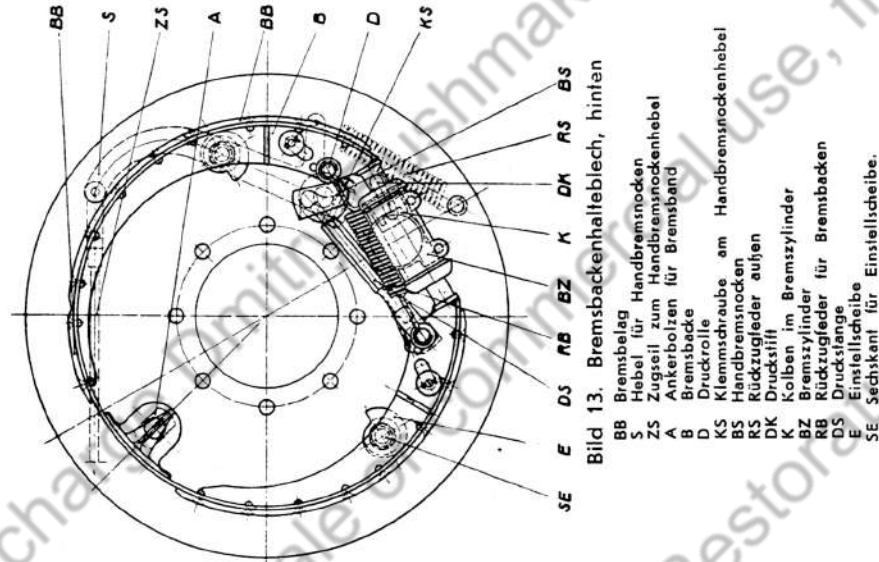

Bild 13. Bremsbackenhalblech, hinten
Die Bremsseile greifen auf der Außenseite der Bremsbackenhaltebleche an den Handbremsnockenhebel (S) an, welcher auf Bild 13 gestrichelt gezeichnet ist. Der Handbremsnockenhebel ist auf einer durch das Halblech hindurchführenden Welle gelagert, die ihrerseits den Handbremsnocken (BS) der Bremsleinrichtung trägt. Dieser Handbremsnocken wirkt auf der einen Seite durch eine Druckrolle (D) an der hinteren Bremsbacke, während er auf der anderen Seite eine kugelförmige Aushöhlung trägt, in der die Druckstange zur vorderen Bremsbacke gelagert ist. Eine Rückzugfeder (RS) für den Handbremsnockenhebel ist auf der Außenseite des Bremsbackenhaltebleches angebracht.